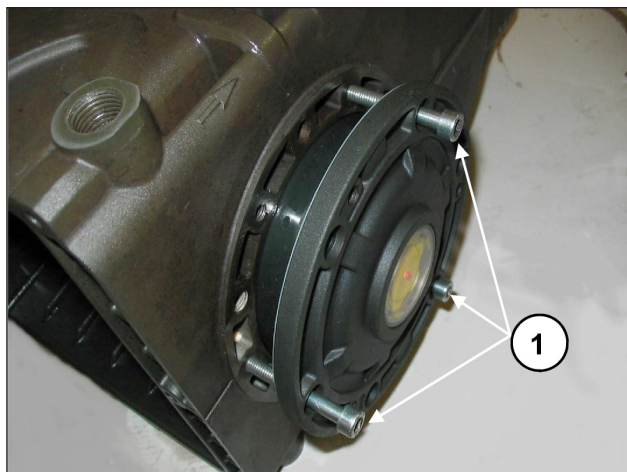
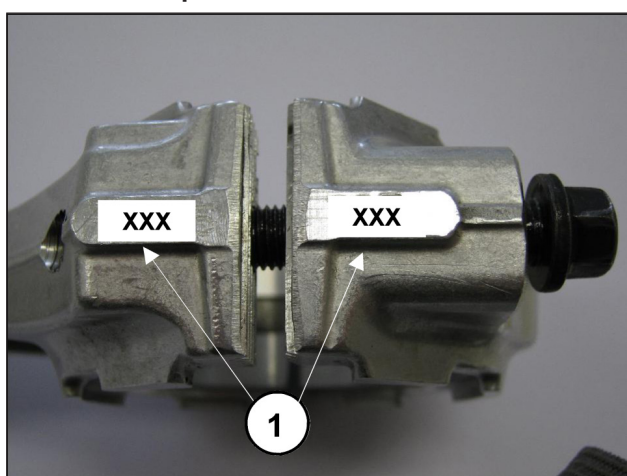

Fig. 8
Fig. 9
Para facilitar a entrada da primeira seção e da relativa inserção das coberturas no cárter, aconselha-se o uso de 3 parafusos M6 x 40, parcialmente rosqueados, (Fig. 8, pos. ①) para depois completar a operação com os parafusos fornecidos (M6x18).
- Emparelhe as tampas de biela em suas relativas hastes, referindo-se à numeração (Fig. 9, pos. ①). **Preste atenção na direção correta da montagem das tampas.**
Para a aproximação das duas coberturas laterais ao cárter, podem ser usados 3 parafusos M6x40 para uma primeira fase de orientação, conforme indicado na Fig. 8 e os parafusos previstos para a fixação final.
Depois de desmontar as coberturas laterais, conforme indicado no parág. 2.1.1, retire o anel externo dos rolamentos das coberturas e do anel interno com a parte restante do rolamento, das duas extremidades do eixo através de um "saca-pinos" normal ou ferramenta equivalente, conforme indicado na Fig. 8 e Fig. 9.